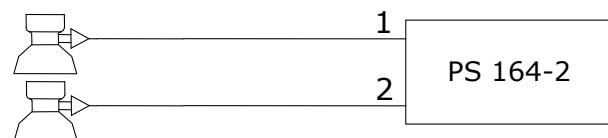

Abb. 4.5 - Anschlussplan für 2 unterschiedliche Gase
- eines auf der Gasquelle eingebauten Mengennessers (Flasche oder Rohr), wenn ein anderes Gas als das Schweißgas verwendet wird (Abb.4.5). Der Anschluss erfolgt an der Rückseite der Stromquelle (Anschluss Gas 2).